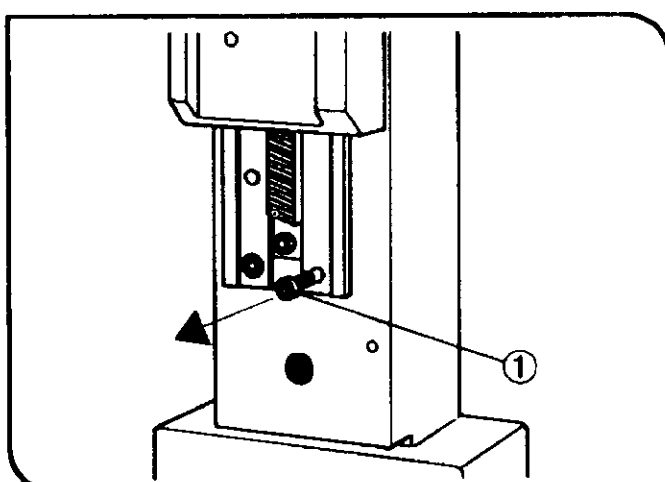

图 35
- ◎ 聚光镜高度调节钮②可以拆下，并可以安装到显微镜的另外一侧。
- 使用六角改锥拧松旋钮的两个固定螺丝③，卸下旋钮，并把它安装到另外一侧。如果，不需要使用这个旋钮，请把它保存在安全地方。
### (5) 安装操作器 (图 35)
- ★ 为了避免冲突，在向照明柱的下部安装操作器的适配器 (ON2-99D, ON-IXP 等) 前，请卸下聚光镜低限位装置①。